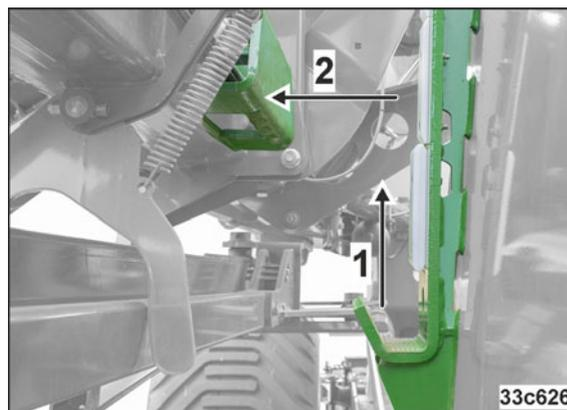
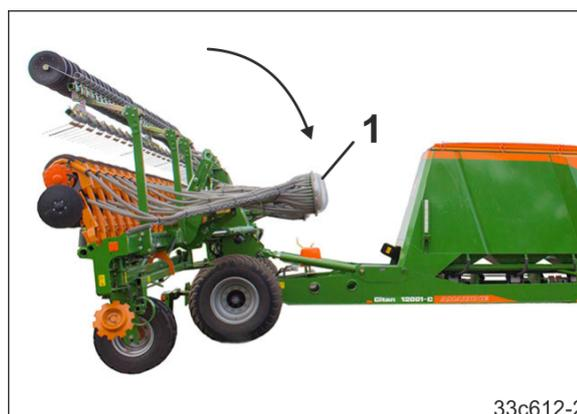

Рис. 225
Рис. 226
Установите трактор под небольшим углом относительно машины. Благодаря этому будут лучше видны блокировочные крюки (Рис. 225/1) для консолей машины.
- Активируйте блок управления (*желтый*) до тех пор, пока консоли машины не выйдут из транспортной ниши (Рис. 225/1).
Активируйте блок управления (*зеленый-1*) до тех пор, пока не будут разложены консоли машины (Рис. 225/2) и распределительные головки (см. Рис. 226/1).